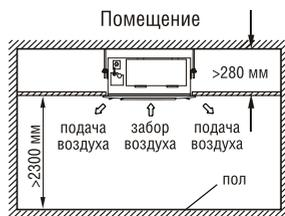

Рис. 11
- Выходящий из кондиционера воздух должен равномерно распределяться по помещению (Рис.11).